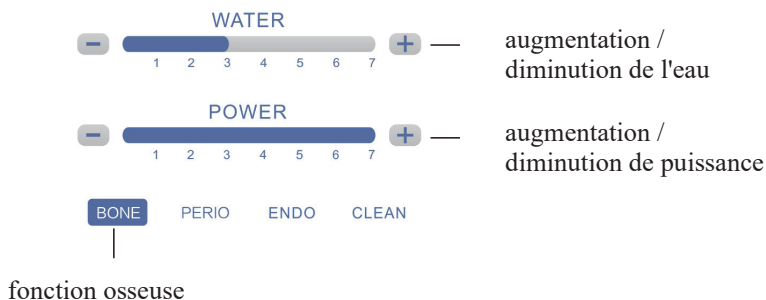

Figure 8
7.2.1 Fonction BONE (figure 8)